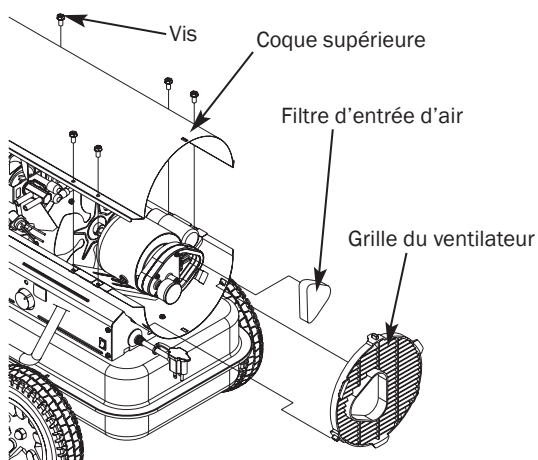

Figure 10 - Accès au filtre d'entrée d'air
- Retirez la coque supérieure et la grille du ventilateur (voir le filtre d'entrée d'air, figure 10).
- Retirez la coque supérieure et la grille du ventilateur (voir filtre d'entrée d'air, figure 10).
- Retirez la coque supérieure (voir filtre d'entrée d'air, figure 10).